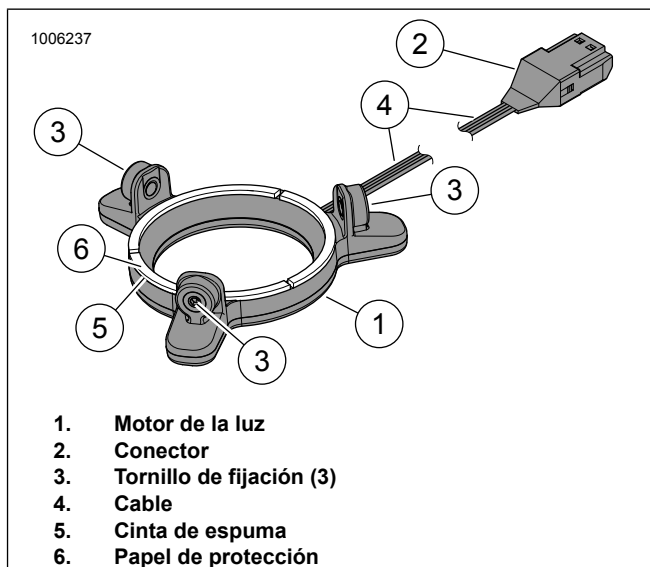

Figura 25. Luz LED, Altavoz Stage II redondo
7. Consulte la Figura 25. Quite el papel de protección (6) de la cinta de espuma (5) en la parte posterior del motor de la luz (1).